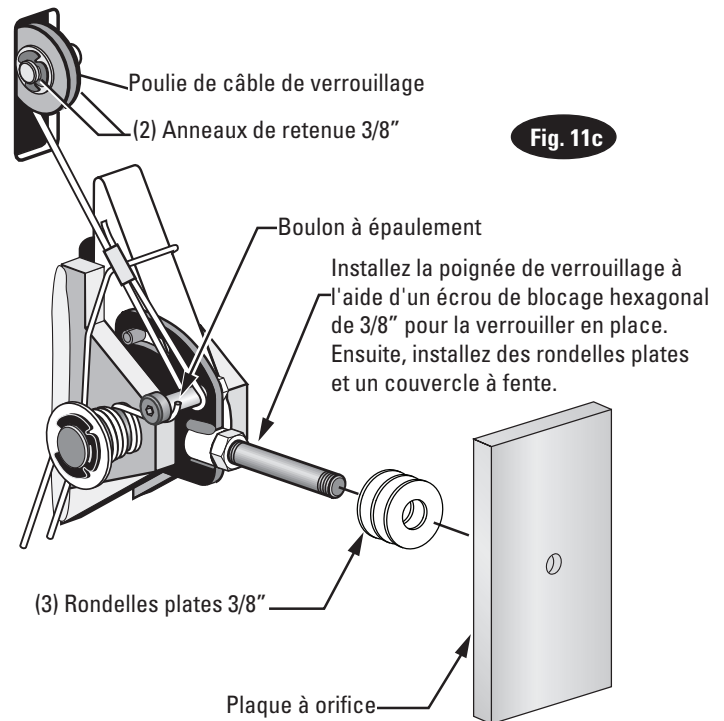

Fig. 11c
- Installez la poulie de câble de verrouillage et les anneaux de retenue dans la fente supérieure de la colonne de l'unité d'alimentation comme illustré, Fig. 11c.
- Glissez l'extrémité de la boucle du câble sur l'extrémité de la vis à épaulement sur la plaque de fixation latérale droit, Fig. 11c.
- Faites passer l'autre extrémité du câble à travers la fente de la poulie du câble de verrouillage en vous assurant que le câble passe sous le côté inférieur de la poulie du câble de verrouillage et à l'intérieur de la colonne de droite, Fig. 11c.